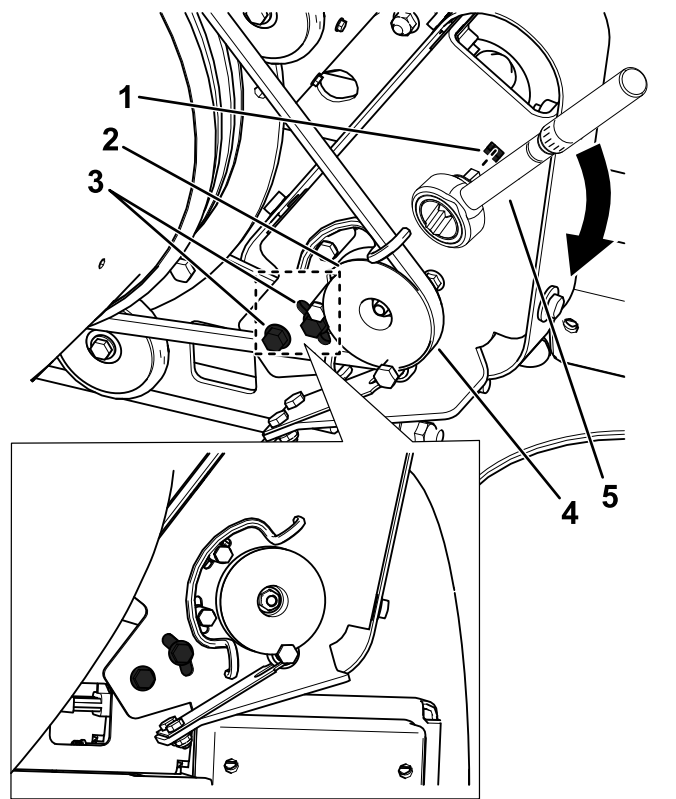

Figure 28
1. Desserrez les boulons qui fixent le support de la poulie au cadre du souffleur (Figure 28).
2. Insérez le carré d'entraînement d'une clé dynamométrique dans le support de montage de la poulie, comme montré à la Figure 28.